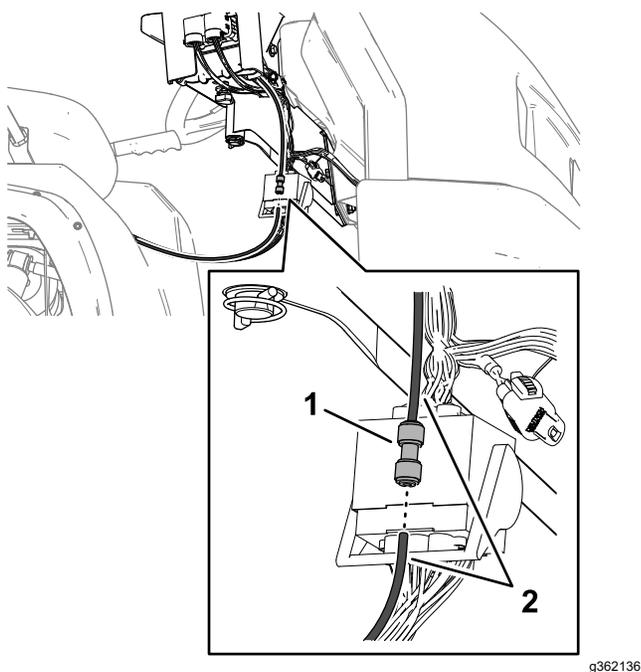

Figure 132
5. Retirez l'un des tubes de détection de pression du raccord à emboîtement, comme montré à la Figure 132.